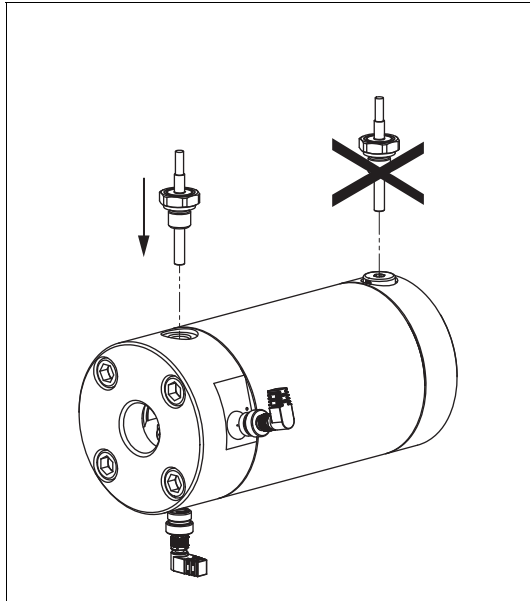
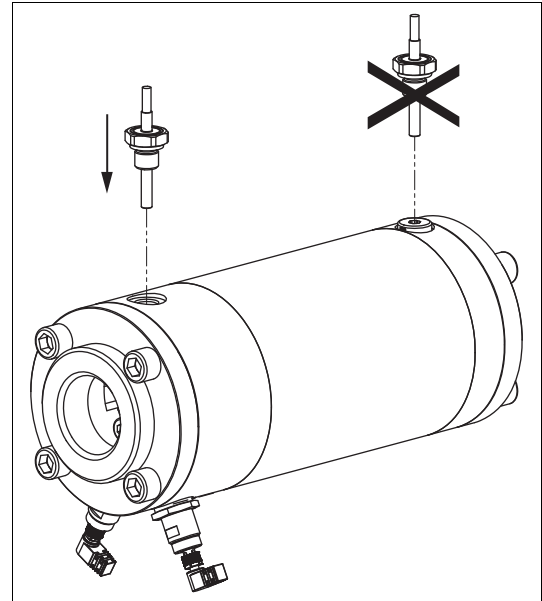

Fig. 5 Emplacement de montage EET
Fig. 6 Emplacement de montage EET
- Sélectionner un emplacement de montage correct, voir Fig. 5, page 14 et voir Fig. 6, page 14.